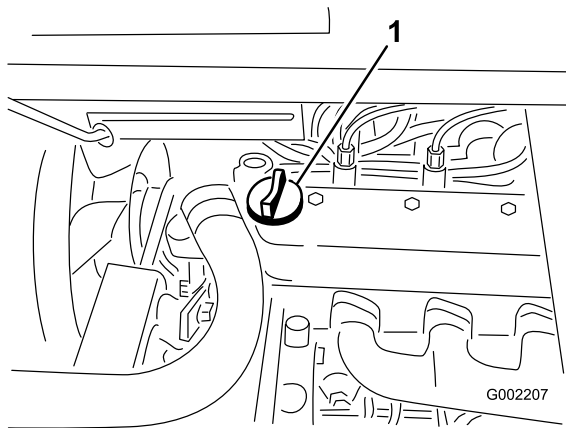

Figura 40
3. Se o nível de óleo estiver baixo, deverá retirar a tampa de enchimento da cobertura da válvula (Figura 40) e deitar óleo na abertura até que o nível suba até à